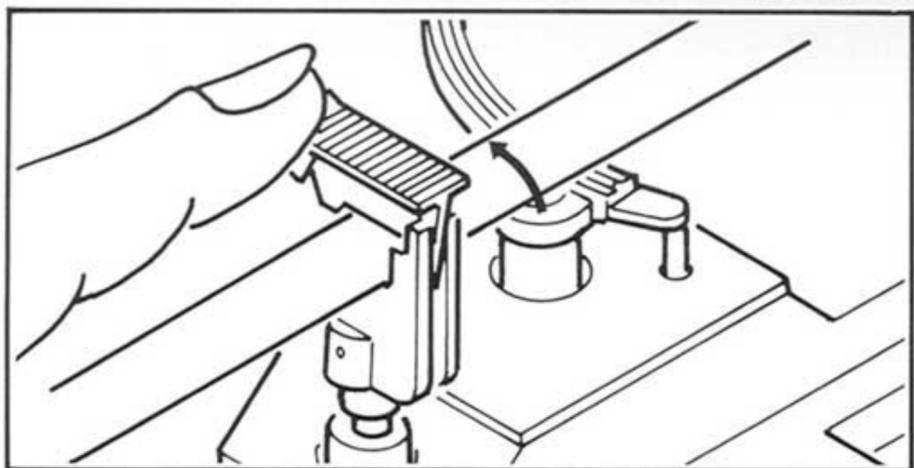

Fig. 8 Abb. 8
5. Tonearm height adjustment (Figs. 8, 9, 10)
2. Clamp the tonearm. (Fig. 8)
5. Tonarm-Höheneinstellung (Abb. 8, 9, 10)
2. Klemmen Sie den Tonarm fest. (Abb. 8)
5. Réglage de la hauteur du bras de lecture (Figs. 8, 9, 10)
2. Verrouiller le bras de lecture (Fig. 8).